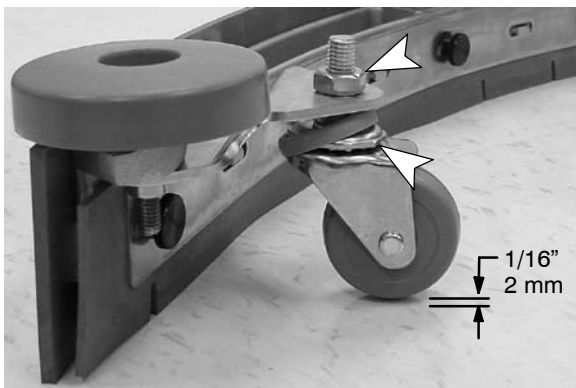

FIG. 47
- Pour vérifier le bon réglage du bloc de racler, retirez le bloc de racler de la machine et placez-le sur une surface égale. Mesurez la distance entre la roulette et la surface. Cette distance doit être environ 1/16" / 2mm (Figure 47).